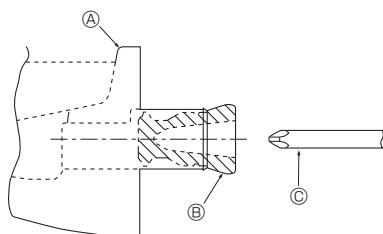

Fig. 5-1
- Per la tubazione sul lato sinistro dell'unità, accertarsi di inserire il tappo di gomma nell'apertura di drenaggio destra. (Fig. 5-1)
- ④ Vaschetta di drenaggio
- ⑤ Tappo di gomma
- ⑥ Inserire profondamente l'elemento motore nel tappo.